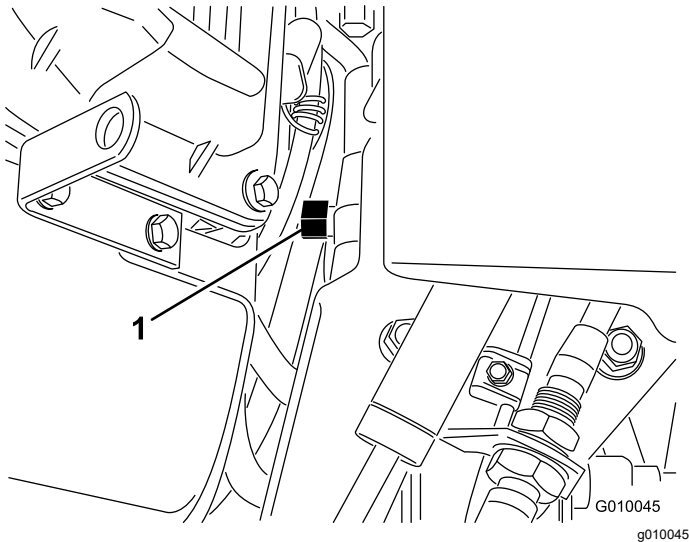

Figure 31
2. Localisez la vanne de dérivation entre le moteur et la pompe hydrostatique (Figure 31).
de contourner la pompe et aux roues de tourner (Figure 31).
5. Pour remettre la machine en service, tournez la vanne de dérivation d'un tour dans le sens horaire (Figure 31).